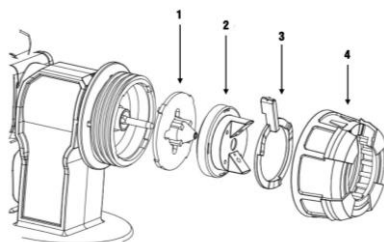

fig. 20
12. Dévissez l'écrou-raccord de l'accessoire de pulvérisation, puis retirez le levier de réglage de largeur de jet. Retirez le chapeau d'air et la buse (fig. 20).